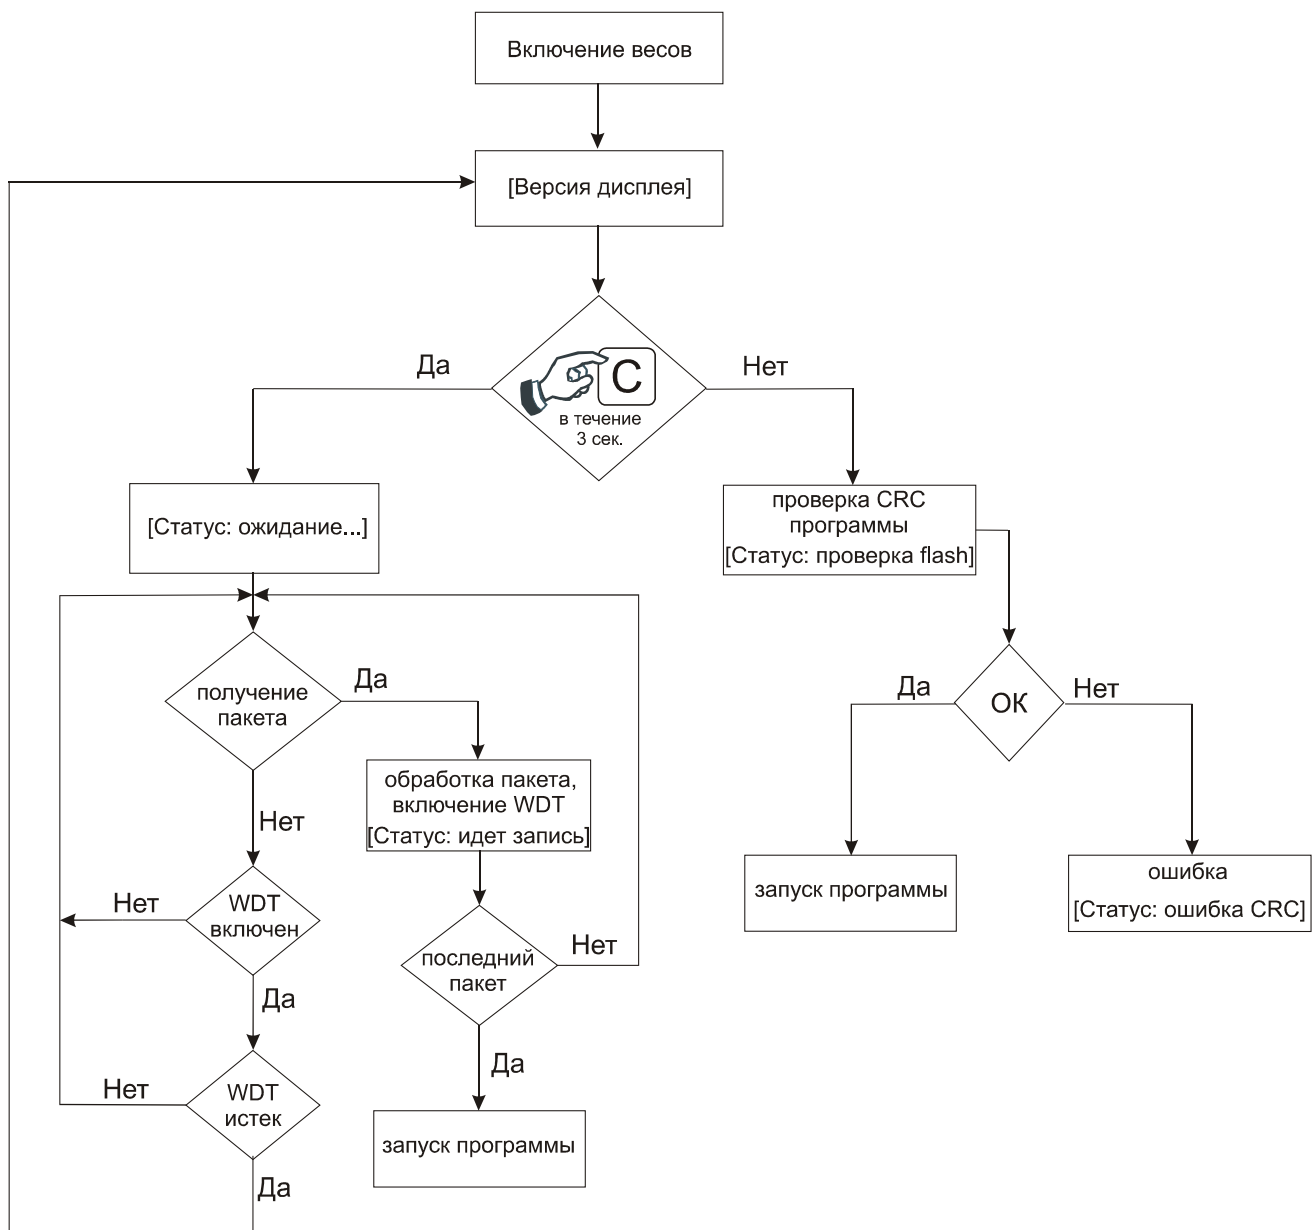

Рисунок 40. Алгоритм работы программы-загрузчика
2. Включите весы. При включении весов запускается программа-загрузчик, а на экране в течение нескольких секунд отображается версия дисплея (см. Рисунок 40). Если в это время нажать клавишу С, весы входят в режим ожидания обновления основного ПО, при этом на экране отображается надпись «Загрузчик Штрих-Принт 4.5 Статус: ожидание...». Запустите утилиту для изменения версии ПО - на экране монитора появится окно с отображением хода выполнения программы (см. Рисунок 41), а на экране весов статус сменит значение на «идет запись».